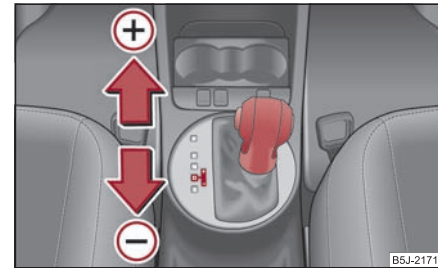

Abb. 130 Wählhebel: manuelles Schalten
- Tippen Sie den Wählhebel (in der Tiptronic-Stellung) nach vorn an ⇒ Abb. 130 (+).